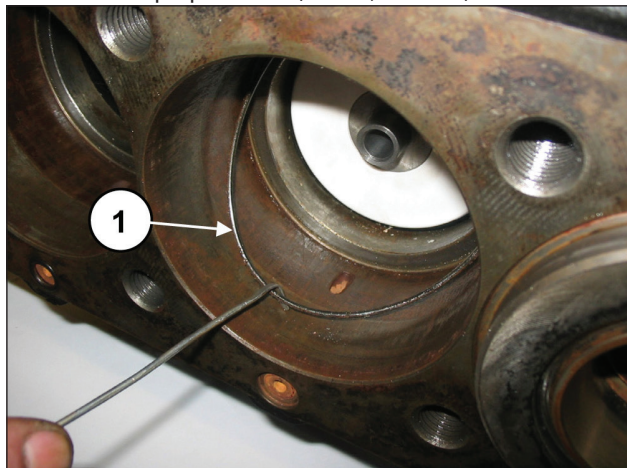

Рис. 160
Снимите уплотнительное кольцо круглого сечения, расположенное на дне опоры уплотнений, если оно останется в картере насоса (поз. ①, Рис. 160).